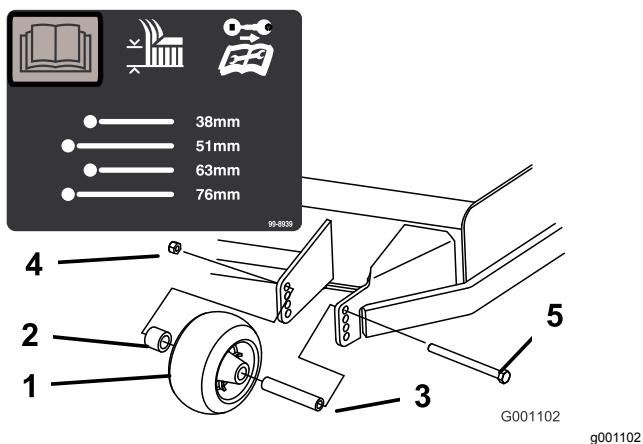
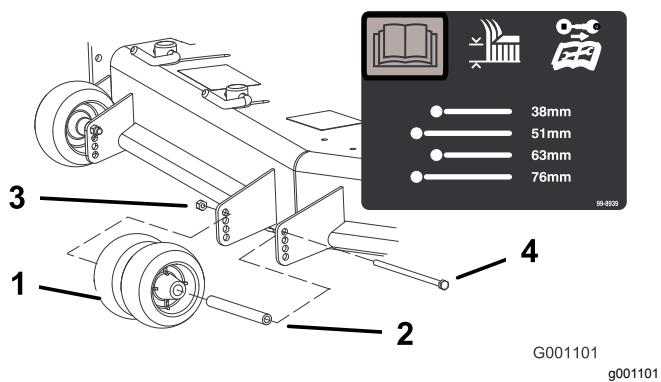
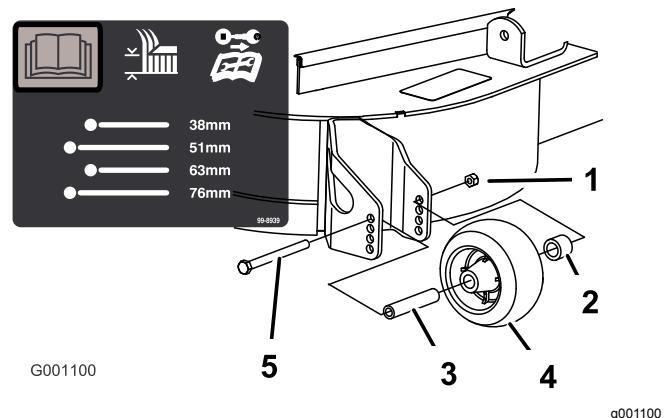

Bild 30
Bild 31
Bild 32
3. Stellen Sie die Antiskalpierrollen ein, wie in Bild 30, Bild 31 und Bild 32 abgebildet.